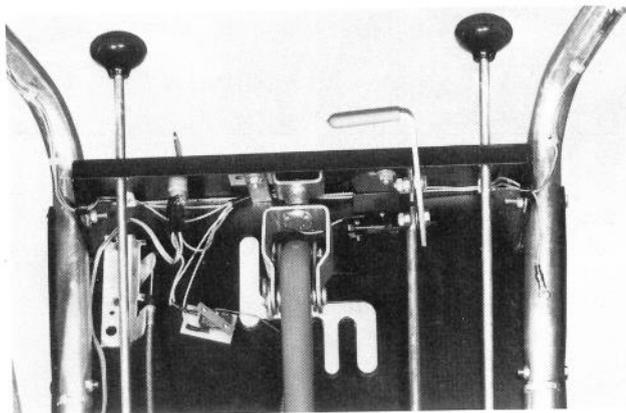

Figure 28
1. Lubrifiez les pivots des tringleries de commande avec quelques gouttes d'huile (Fig. 28). Essuyez l'excès d'huile et de graisse.